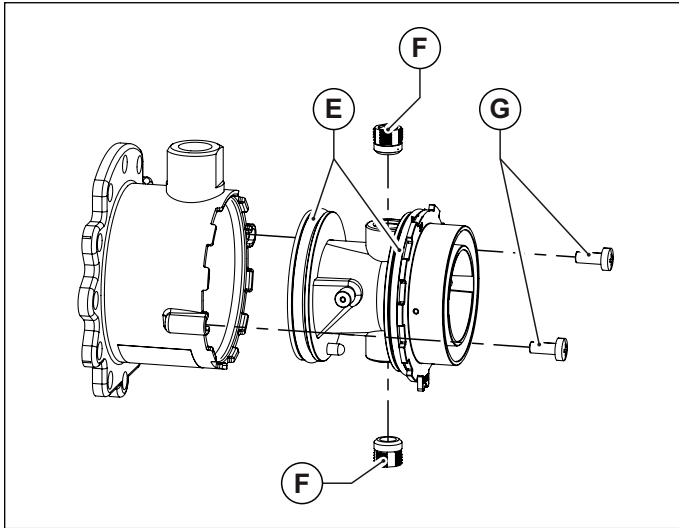
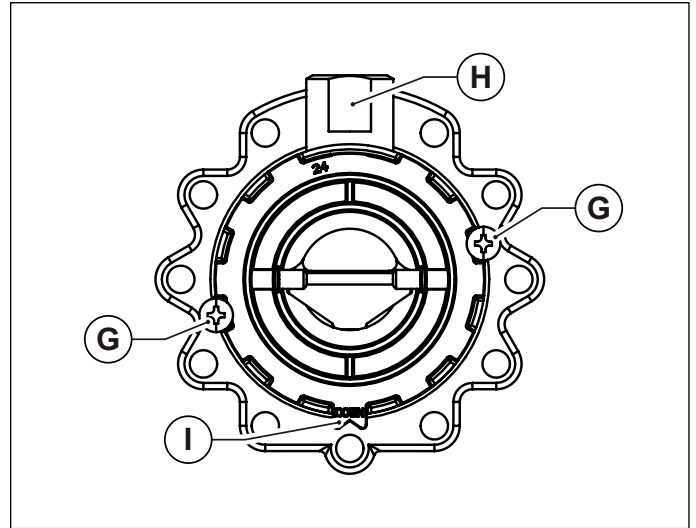

Fig. 34 Corpo in plastica del miscelatore
Fig. 35 Orientamento di montaggio
- Sfilare il corpo in plastica del miscelatore, svitando le due viti di fissaggio (vedi Fig. 34 Corpo in plastica del miscelatore).
- Svitare i due ugelli del miscelatore utilizzando una chiave a brugola da 6 mm (vedi Fig. 34 Corpo in plastica del miscelatore).
- Rimontare il corpo in plastica (Venturi) inserendolo nel miscelatore e avvitandolo con le viti di fissaggio, avendo cura di non danneggiare le guarnizioni o-ring che sono montate agli estremi del corpo in plastica (vedi Fig. 34 Corpo in plastica del miscelatore) e di rispettare l'orientamento di montaggio (vedi Fig. 35 Orientamento di montaggio).
- Montare il mixer riassembleto al ventilatore con le viti a brugola, avendo cura di riposizionare, fra mixer e ventilatore, l'o-ring di tenuta (vedi Fig. 34 Corpo in plastica del miscelatore).